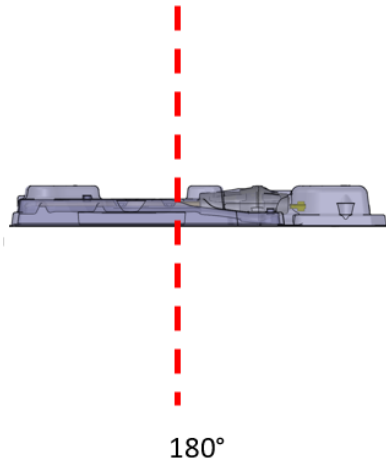

Bild 17: Ultraljudsapplikatoren i 180°-läge
- f. Roter ultraljudsapplikatorns förpackning så att den platta sidan är vänd nedåt eller i 180°-läge (*Bild 17*). Inspektera ultraljudsapplikatoren noga genom plastförpackningen och se till att det inte finns några tecken på vatten i förpackningen, vilket kan tyda på en läcka. Om det finns tecken på vatten är ultraljudsapplikatoren defekt och ska inte användas. Använd en ny ultraljudsapplikator och upprepa förberedelseproceduren.